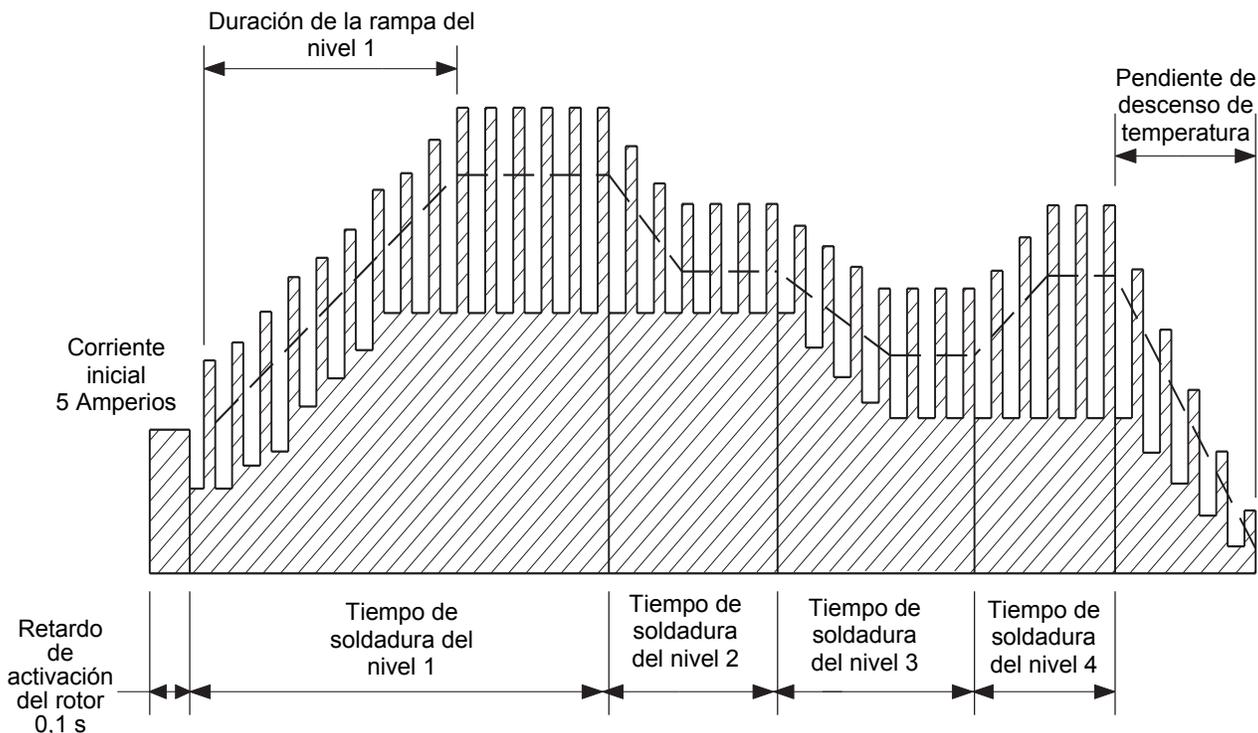

Figura 87
1. La soldadura no penetra inmediatamente, ver la Figura 87. Lo siguiente se lleva a cabo en PROG/MODIFY/EDIT ITEM (PROGRAMAR/MODIFICAR/EDITAR ITEM):